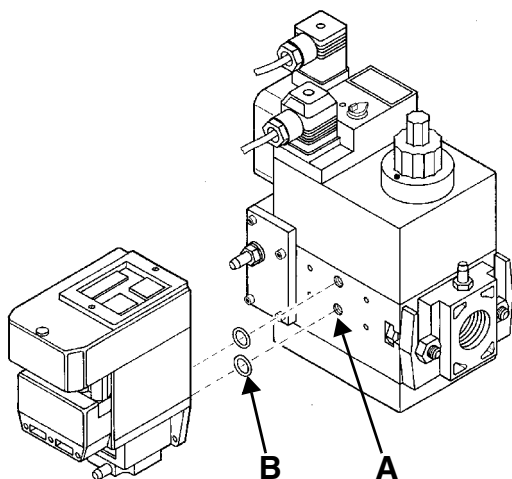

Рис. 49
- 3). снять крепежные винты группы Multibloc (Рис. 49-A)
- 4). вставить уплотнительные кольца (10,5x2,25) в VPS 504 (Рис. 49-B)
- 5). закрутить 4 винта блока контроля герметичности (M4x16) Рис. 49-C.